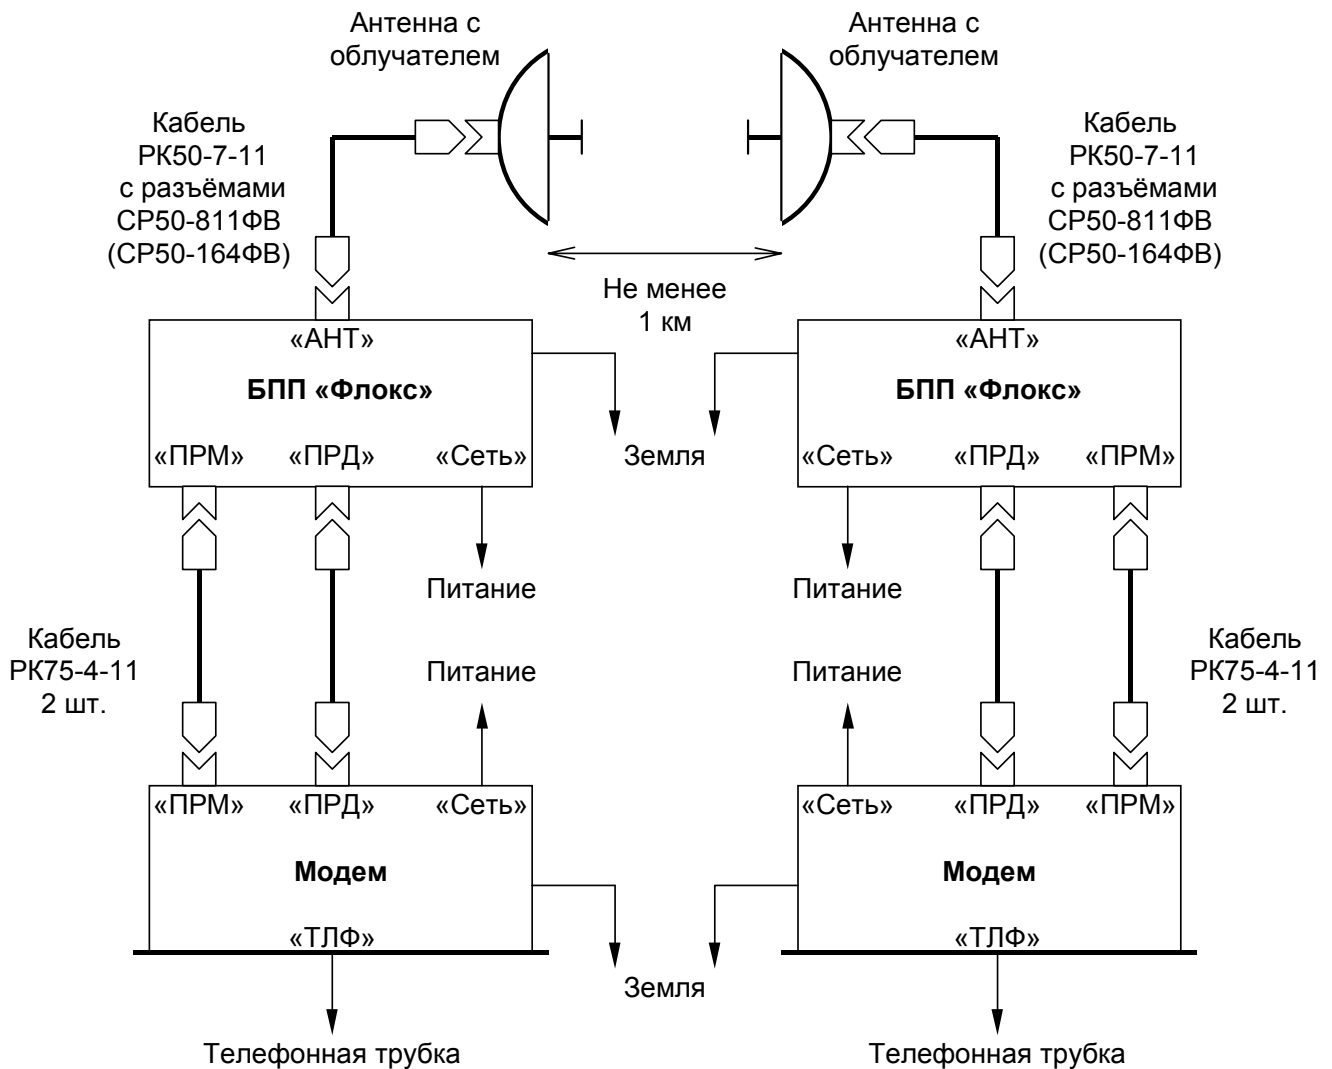

Рис. 2. Схема соединений при установке комплекта оборудования «Флокс»
6.1.2. Блоки приемо-передачи размещаются максимально близко к антеннам, РАЗЪЁМАМИ ВНИЗ. Варианты крепления антенны и МПП, а также длины кабелей (от МПП к антенне и от МПП к модему) согласуются Заказчиком с Поставщиком в условиях Договора на поставку оборудования. Схема соединений приведена на рис. 2. (В случае питания БПП постоянным напряжением - полярность постоянного напряжения значения не имеет. В случае питания модемов постоянным напряжением – полярность см. в инструкции на модем).